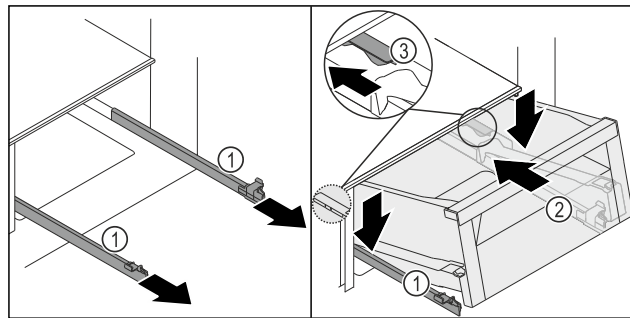

Fig. 211
- Міцно тримаючи рейки Fig. 211 (1), установіть висувний ящик Fig. 211 (2) зверху за обмежувачем Fig. 211 (3) на рейки Fig. 211 (1).
- Всуňte висувний ящик Fig. 211 (2) на рейках Fig. 211 (1) до упору назад.